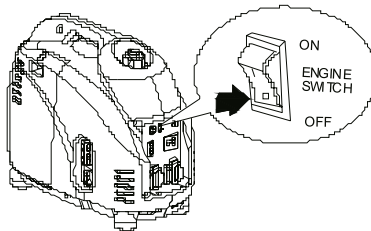

Рис. 22
2. Переведите выключатель зажигания в положение «OFF» (Рис. 22).